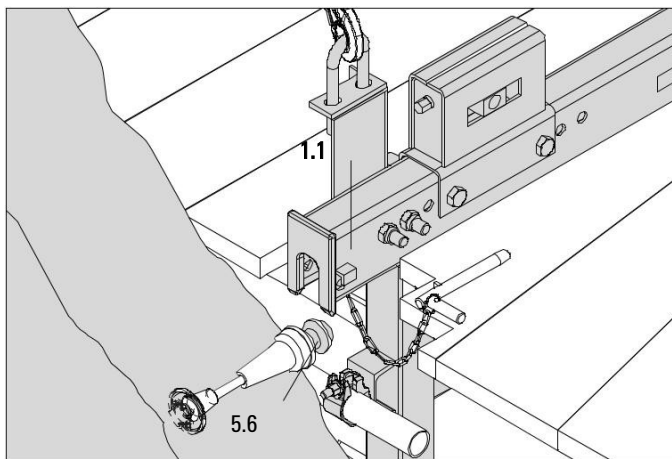

Fig. B1.21
- Махнати ли са всички осигурителни щифтове (1.5)? (Fig. B1.21)
4. Повдигнете платформата и я установете над монтажните пръстени на скелето. (Fig. B1.21)